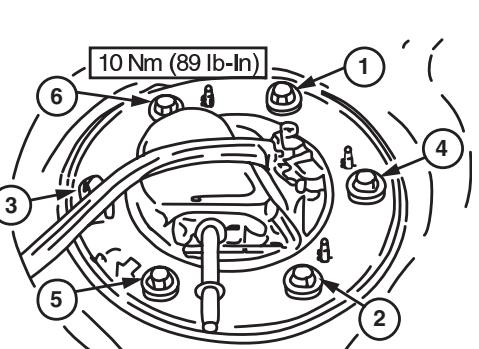

FIGURE 2
M) Installer l'ensemble de la flaque du réservoir sur le réservoir avec le tuyau de sortie dans la même direction que lors de la dépose. Serrer tous les écrous à la main, et les serrer de nouveau à la séquence indiquée dans la Figure 2.
M) Install the tank unit flange on the fuel tank with the fuel out tube in the same direction as when removed. Finger tighten all the bolts, then tighten using the sequence shown in Figure 2.